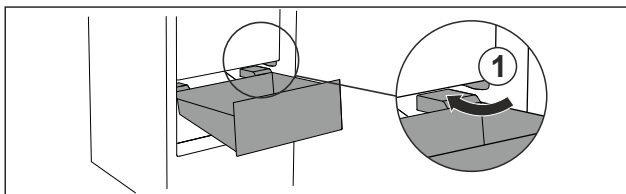

Fig. 26
- ▶ Обвести висувний ящик навскіс навколо стопора Fig. 26 (1).